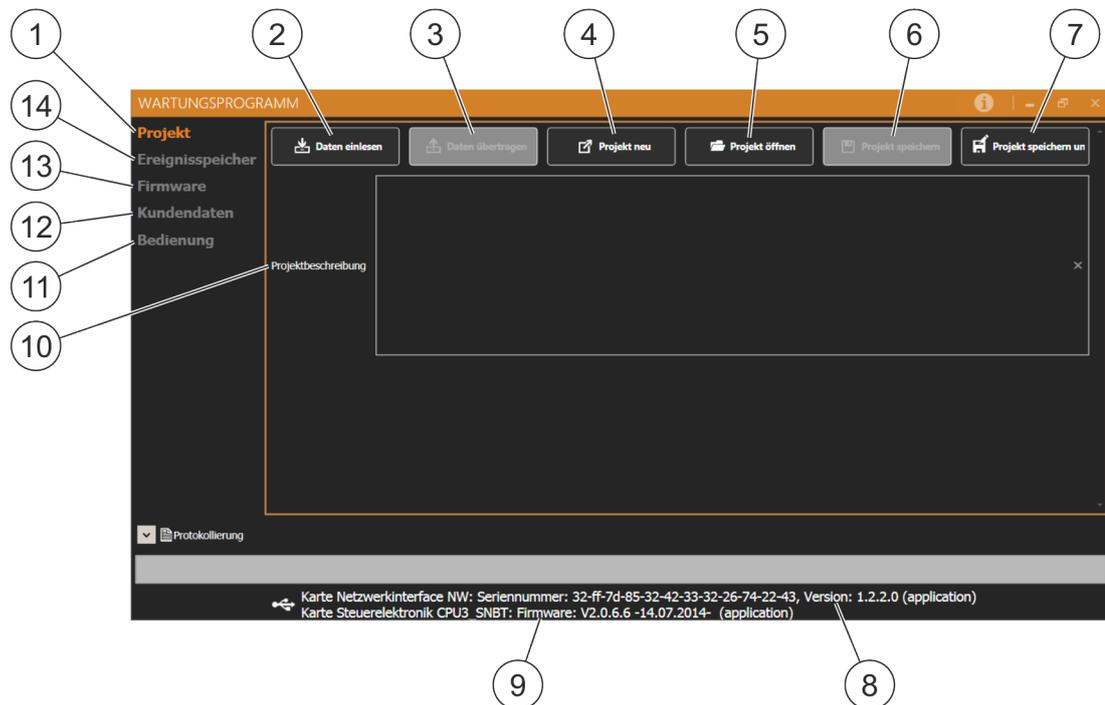

Abb. 44: Startseite Wartungsprogramm
- Projekt (Abb. 44/1) ↪ *Kapitel 10.3 „Projekt“ auf Seite 63*
- Daten einlesen (Abb. 44/2) (grau hinterlegt, wenn kein System angeschlossen)
- Daten übertragen (Abb. 44/3) (grau hinterlegt, wenn noch keine Daten eingelesen worden sind)
- Projekt neu (Abb. 44/4)
- Projekt öffnen (Abb. 44/5)
- Projekt speichern (Abb. 44/6) (grau hinterlegt, wenn zuvor kein Projekt geöffnet wurde)
- Projekt speichern unter (Abb. 44/7)
- Ereignisspeicher (Abb. 44/14) ↪ *Kapitel 10.4 „Ereignisspeicher“ auf Seite 63*
- Firmware (Abb. 44/13) ↪ *Kapitel 10.5 „Firmware“ auf Seite 64*
- Kundendaten (Abb. 44/12) ↪ *Kapitel 10.6 „Kundendaten“ auf Seite 64*
- Bedienung (Abb. 44/11) ↪ *Kapitel 10.7 „Bedienung“ auf Seite 66*
- Seriennummer Netzwerkkarte, Versionsnummer Netzwerkkarte (Abb. 44/8)
- Firmware Version (Abb. 44/9)
- Bei Projektbeschreibung (Abb. 44/10) kann das Projekt beschrieben werden. Diese Beschreibung wird mit dem Projekt bei "Projekt speichern unter" bzw. "Projekt speichern" mit den Daten auf dem **PC** gespeichert. Die Projektbeschreibung wird nicht mit zum System (DET-AC III Slave) übertragen und nicht im System gespeichert. Nach dem Auslesen der Daten aus einem System steht die Projektbeschreibung nicht zur Verfügung.